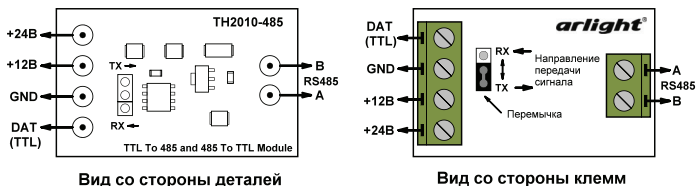

Рис.1. Расположение и назначение клемм и перемычки выбора режима.
- 3.2. Ознакомьтесь с назначением и расположением клемм и перемычки (Рис.1), при помощи которой выбирается направление передачи сигнала и режим работы – RX (прием) или TX (передача). Установите перемычку в соответствии с требуемым режимом работы.